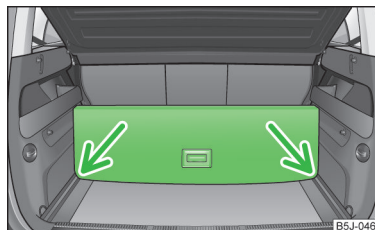

Abb. 66
- Den Teil mit der Halterung anheben und diesen durch Einschieben in die mit Pfeilen gekennzeichneten Nuten sichern » Abb. 66.